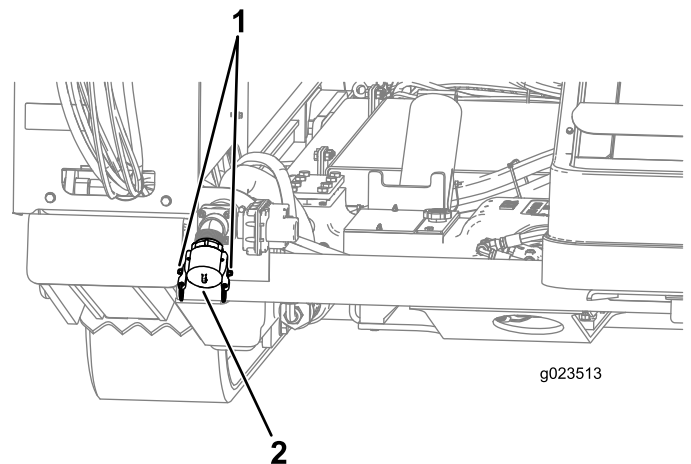

**Bild 48**
1. Heben Sie die Nockensperrehebel am Pumpenzulaufdeckel an und nehmen den Deckel ab (**Bild 48**).